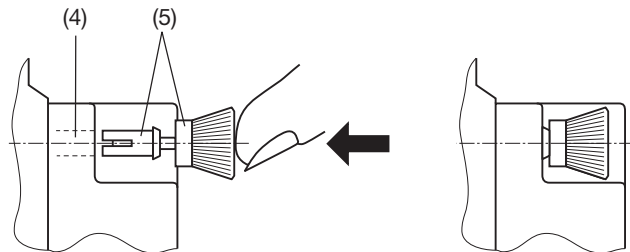

Bild 2
Zur mechanischen Sicherung die vier mitgelieferten Kunststoff-Spreiznieten (5) in die dafür vorgesehenen Löcher (4) eindrücken (Bild 2).